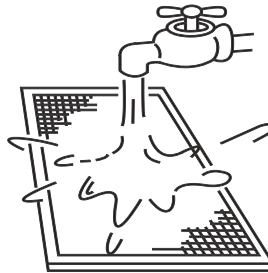

Figura 54
- b. O lado da entrada de ar deve ficar voltado para baixo quando se utiliza água limpa. (Consulte a Figura 54)